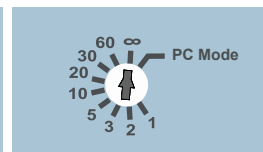

Fig. 7
Mit dem Drehwahlschalter (4) die gewünschte Pufferzeit einstellen (Fig. 7).